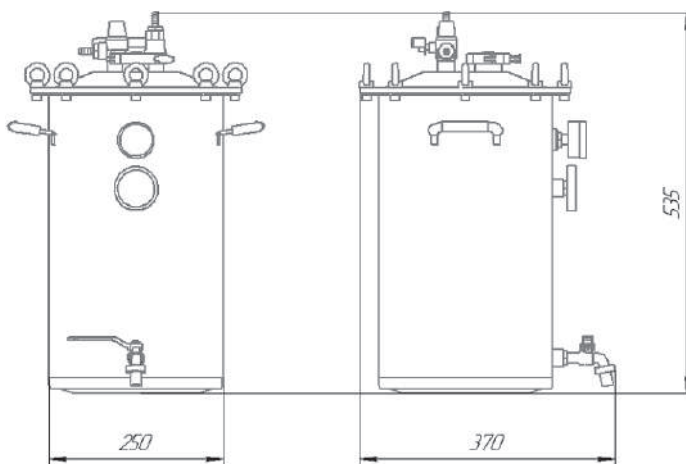

Рисунок 1
19. Шланг для отвода пара – 2 метра (на рис. 1 не указан)
20. Инструкция по эксплуатации – 1 шт. (на рис. 1 не указана)
21. Упаковка – 1 шт. (на рис. 1 не указана)